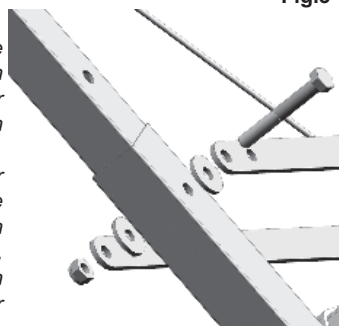

Fig.3
3) Montieren Sie die Zugstangen (Ref. 8), indem Sie sie am Rahmen (Ref. 7) und am verlängerbaren Ausleger (Ref. 16) mit den entsprechenden Schrauben und Muttern in den Befestigungsgehäusen verbinden. Montieren Sie die Unterlegscheiben $D=12 \times 36 \times 4$ mm wie in Abbildung 3 gezeigt. Ziehen Sie die Muttern fest. Achten Sie besonders darauf, dass das elektrische Kabel des Aufwärtsenschalters (das von der Schalttafel zur Basis des verlängerbaren Auslegers in der Nähe des Scharniers mit dem Rahmen verläuft) nicht durch ein mechanisches Teil gequetscht oder eingeklemmt wird.
4) Den Tragrahmen positionieren und die vertikale Ausrichtung der Stützbolzen (Ref. 12) überprüfen, dann durch Anheben des Verriegelungshebels (Ref. 11) die Tragrahmenbuchsen (7) auf die Bolzen stecken und den Sicherungssplint (Ref. 13) anbringen.